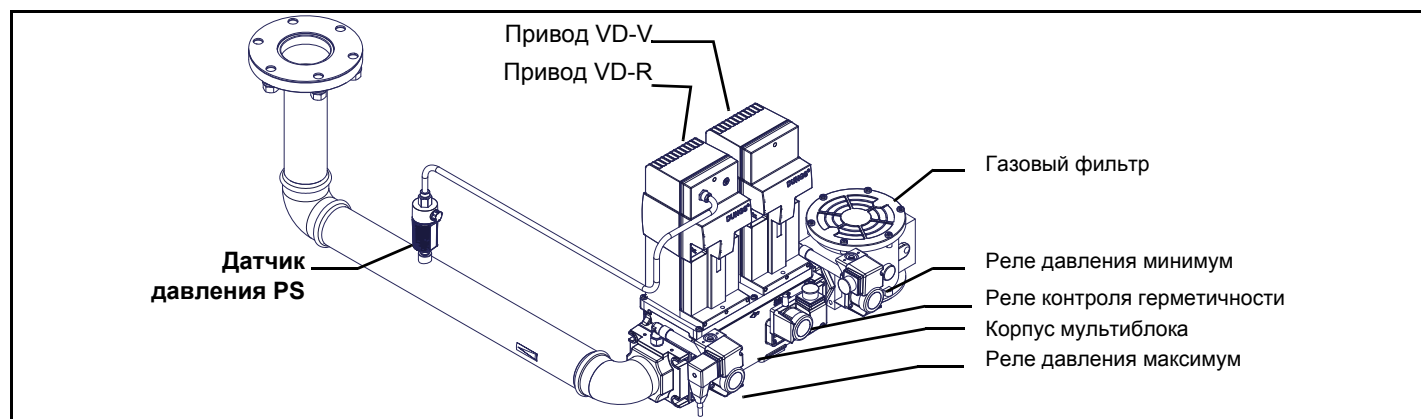

Рис. 10 - Пример газовой рампы
ВНИМАНИЕ: после монтажа газовой ramпы согласно схеме на Рис. 10, необходимо провести тестирование на герметичность газового контура, согласно требований действующих нормативов.
- 1 - б) при фланцевых соединениях: между соседними компонентами устанавливать прокладку (1А..1Е - Рис. 10), совместимую с используемым газом,
ВНИМАНИЕ: после монтажа газовой рампы согласно схеме на Рис. 10, необходимо провести тестирование на герметичность газового контура, согласно требований действующих нормативов.